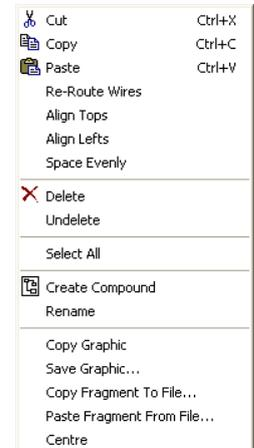
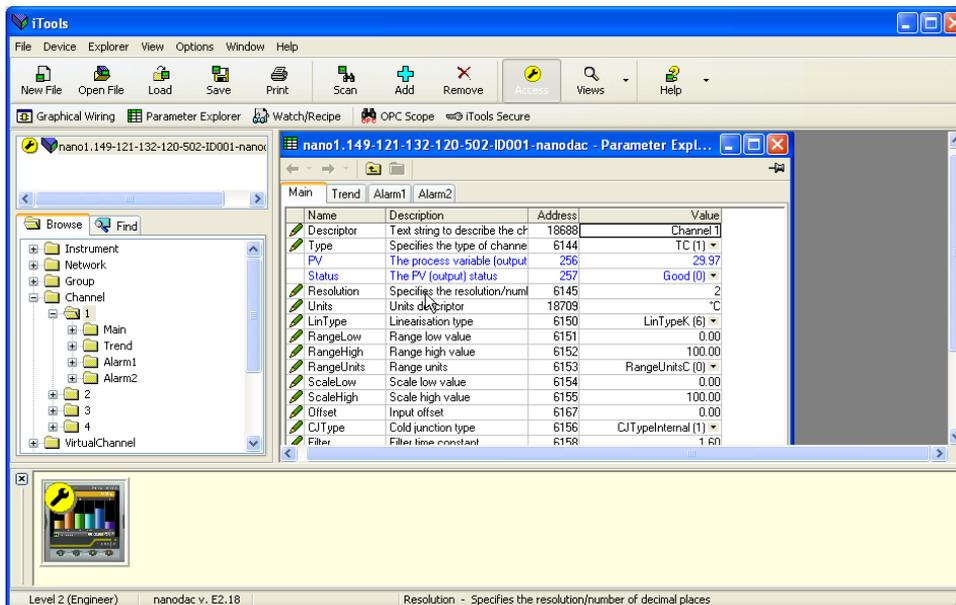

Figura 179 Menú contextual de diagrama
Figura 180 Ejemplo de tabla de parámetros
En cada caso, los parámetros del bloque de función aparecen en la ventana de iTools en forma de tabla, como en el ejemplo de la siguiente Figura 180.
2. Columnas. La ventana del explorador por defecto (figura 179) contiene las columnas Nombre, Descripción, Dirección, Valor y Cable desde. Como puede verse en la figura 180, es posible seleccionar las columnas que desea mostrar hasta cierto punto mediante el menú del explorador o el menú contextual.